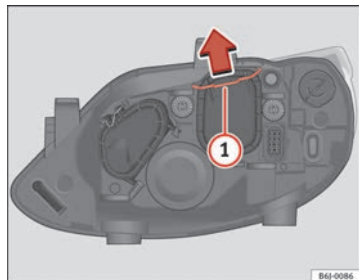

Abb. 156 Abblendlicht
- Verschieben Sie die Strebe ⇒ Abb. 156 ① in Pfeilrichtung und nehmen Sie den Deckel ab.